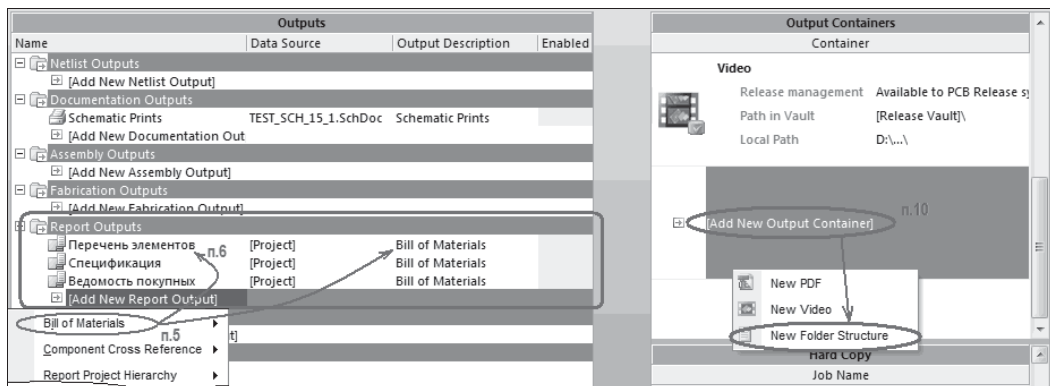
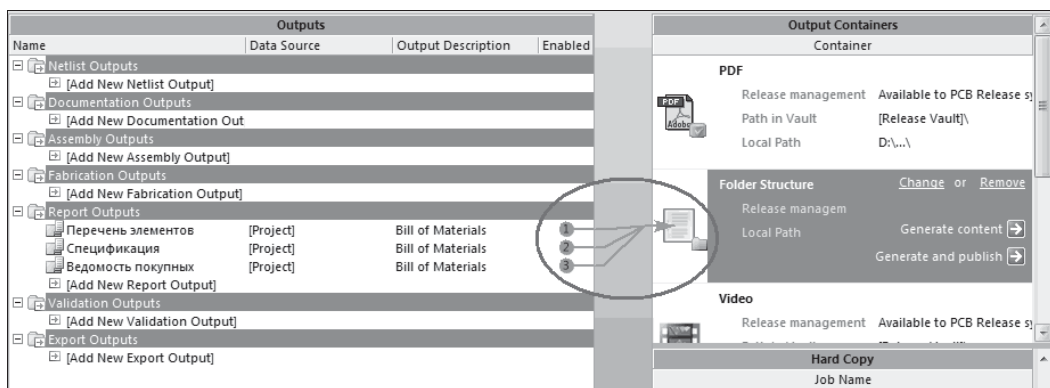

Рис. 11.3. Диалоговое окно объявления имен документов и определения среды для вывода данных
Рис. 11.4. Назначение связи выходных данных со средой вывода
3. Присоединить к проекту оболочку редактора выходных данных **Output Job Editor**. Для этого щелчком правой кнопкой мыши на имени проекта активизировать контекстное меню и вызвать команду **Add New to Project** и подкоманду **Output Job File** — откроется диалоговое окно-оболочка редактора **Output Job Editor** (рис. 11.3).
9. В области **Output Containers** указать опцию **Add New Output Container** и щелчком левой кнопкой мыши активизировать контекстное меню выбора среды для вывода данных (см. рис. 11.3). В контекстном меню выбрать опцию **New Folder Structure** — в поле **Container** активизируется среда вывода документов **Folder Structure** (рис. 11.4).
10. Щелчками левой кнопкой мыши в полях колонки **Enabled** области **Outputs** активизировать стрелки связи трех обозначенных документов с активной средой вывода **Folder Structure** (см. рис. 11.4).
12. По щелчку левой кнопкой мыши на голубом поле **Folder Structure** (см. рис. 11.4) текстовое поле заголовка **Folder Structure** становится доступным для редакти-
- 14. Щелчком правой кнопкой мыши на поле **Folder Structure** активизировать контекстное меню и указать в нем команду **Run** (Запустить). Запускается процедура экспорта данных BOM-файла в среду MS Excel. В процессе экспорта данные сортируются по категориям компонентов и размещаются в графах Перечня элементов в порядке следования позиционных обозначений в схемном документе проекта, а в Спецификации и Ведомости покупных изделий — в алфавитном порядке наименований компонентов. Заполняются также графы Основной надписи каждого из документов. Преобразование выполняется в очередности, которая обозначена в поле **Enabled** оболочки Output Job Editor (см. рис. 11.4).